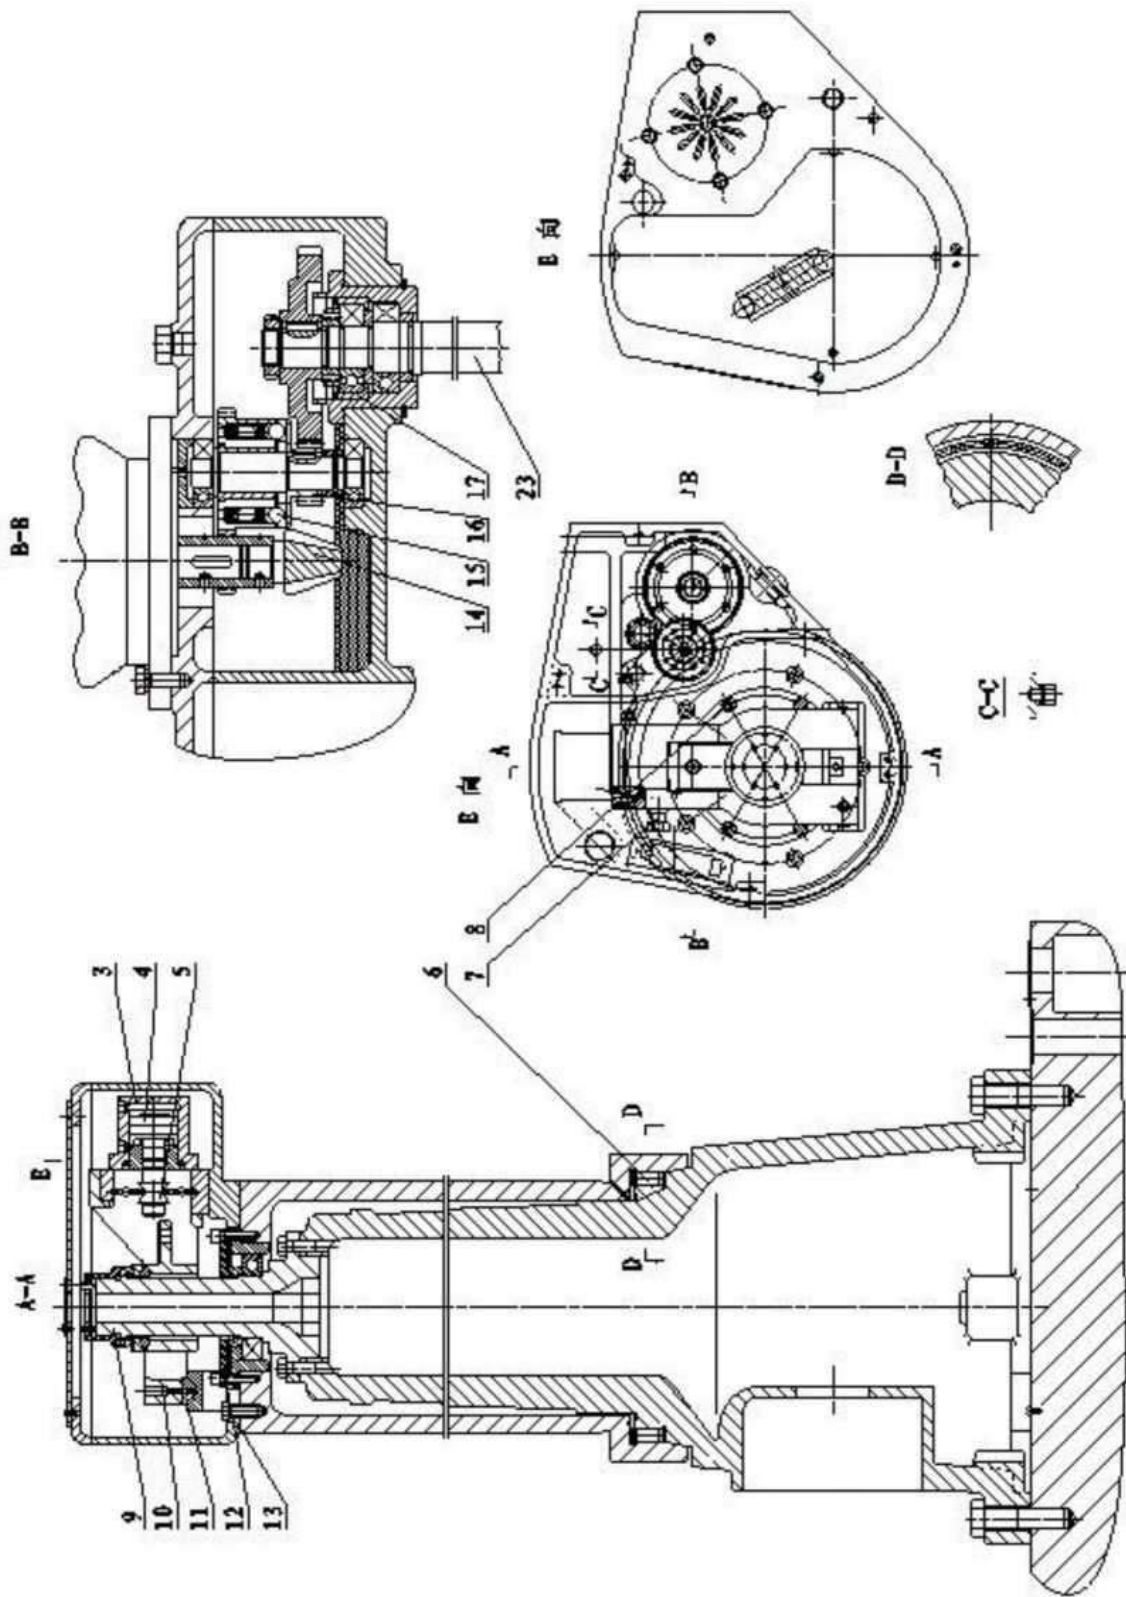
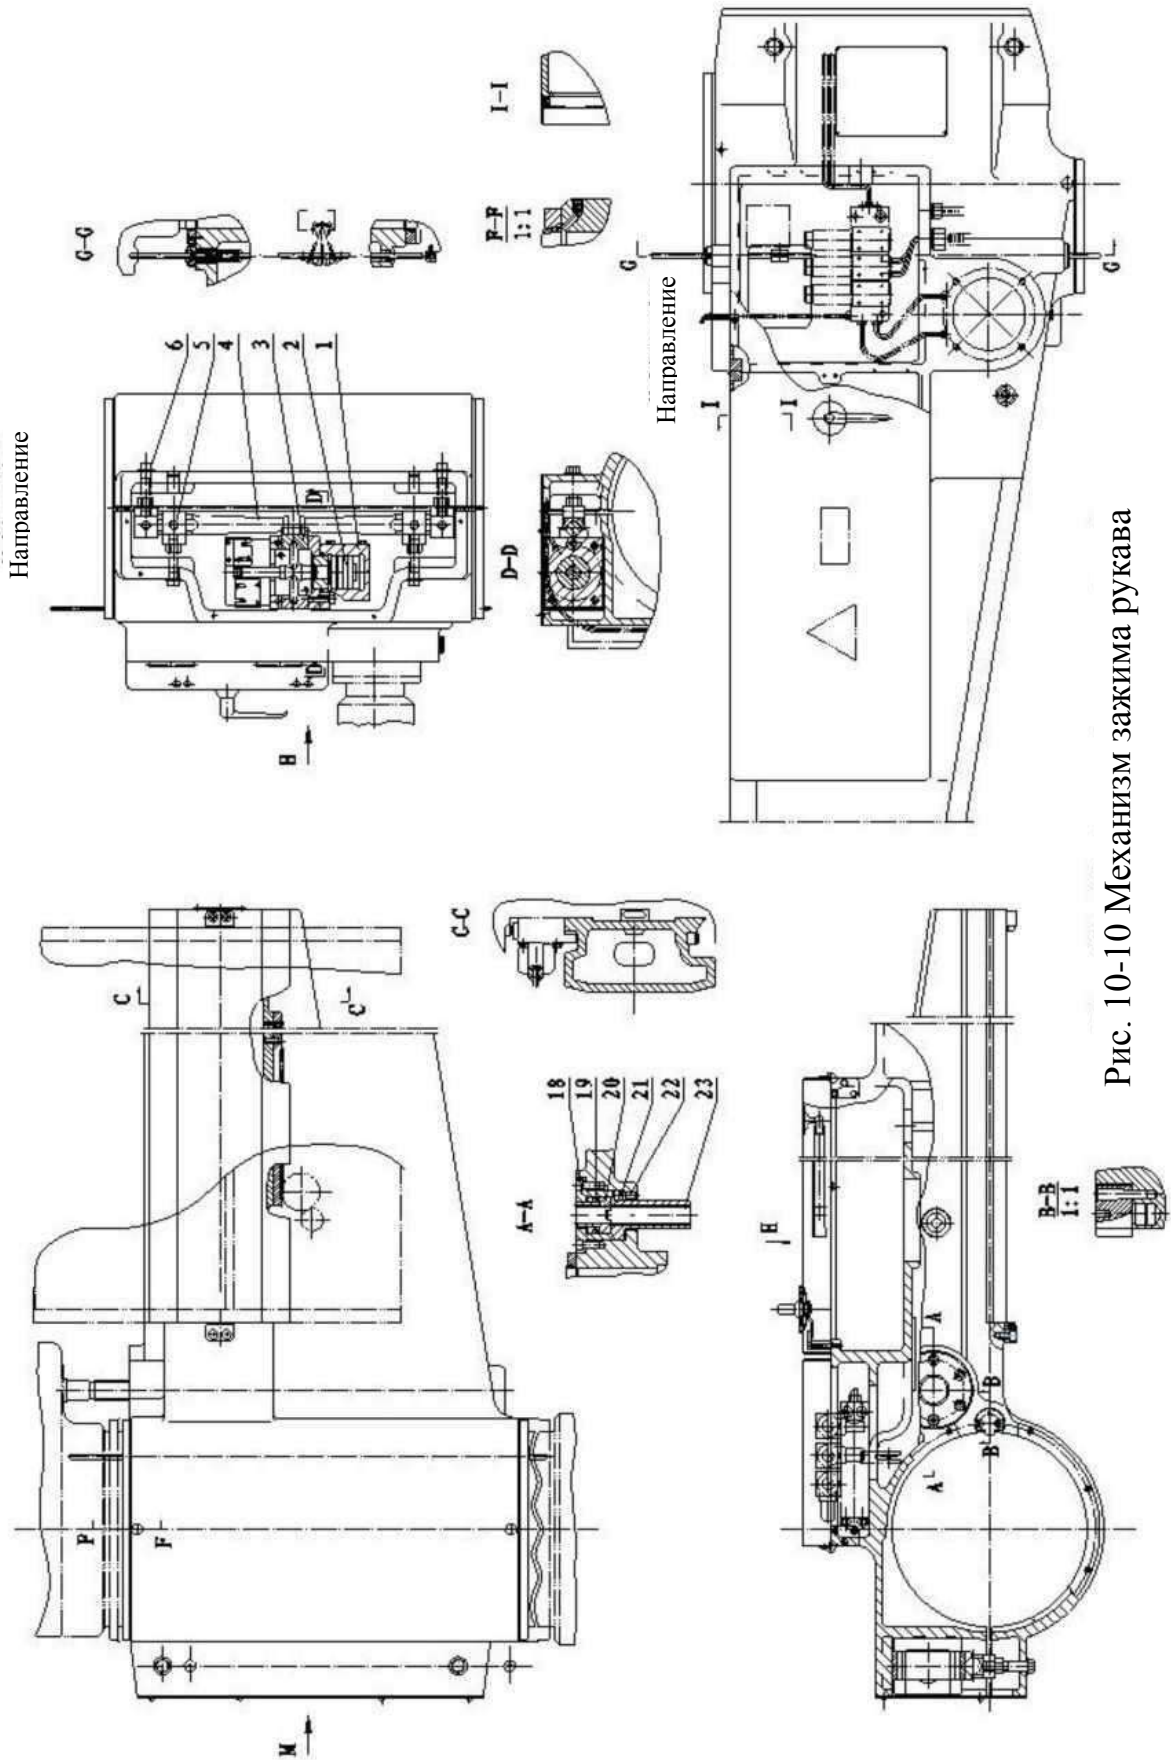

Рис. 10-9 Зажим стойки и подъем рукава
Рис. 10-10 Механизм зажима рукава
10.4 Подъем рукава (Рис. 10-9, 10-10)
Внутри корпуса подъемного устройства 13, оборудованного каркасом для подъема рукава (показано на рис. 10-9, разрез В-В), находится двигатель подъема, запускаемый подъемным звеном 23 с низкооборотным двигателем и стальной шариковой предохранительной муфтой 15. Подъем гаек 21 (показано на рис. 10-10, разрез А-А) ограничивается штифтом 22, поэтому вращение невозможно. Звено 23 при перемещении в обратном направлении может приводить в движение рукав вверх и вниз, чтобы обеспечить приток смазки ко всем частям трансмиссии в подъемном каркасе, имеется комплект для защиты от брызг, установленный на валу 14 двигателя. Для изучения подъемной гайки 21 на предмет истирания после долгого срока службы и, в случае возникновения такого истирания, имеется предохранительная гайка 20. Если подъемная гайка 21 повреждена, рукав может перемещаться вниз до соприкосновения с нажимной крышкой 18, нажимная крышка 18 поддержит рукав в случае возникновения непредвиденных обстоятельств. Гайка 17 используется для ограничения звена 23 в направлении вала, когда рукав перемещается вверх и вниз до конца хода, а не до стальной шариковой предохранительной муфты 15, звено нажмет на электрический выключатель и двигатель подъема прекратит вращение, а затем остановится вверху или внизу. Пока рукав перемещается вверх и вниз, в случае возникновения непредвиденных обстоятельств или,
10.5 Зажим рукава (Рис. 10-10)
(2) Регулировка зажима на стойке (Рис. 10-9)
(3) Регулировка силы зажима рукава (Рис. 10-10)